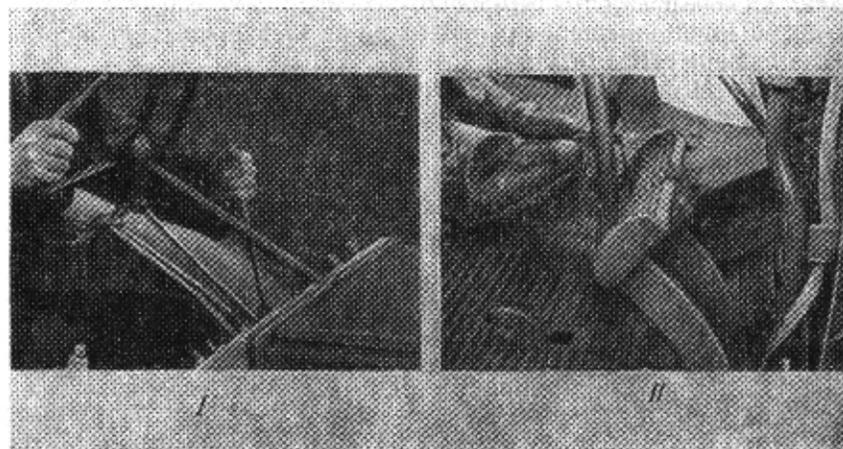

Fig. 12. Mise de la commande d'accélération en position de l'amenée maximale de combustible
6. en agissant sur le levier d'accélération, régler le nombre de tours du moteur proche de celui maximal (fig. 12);